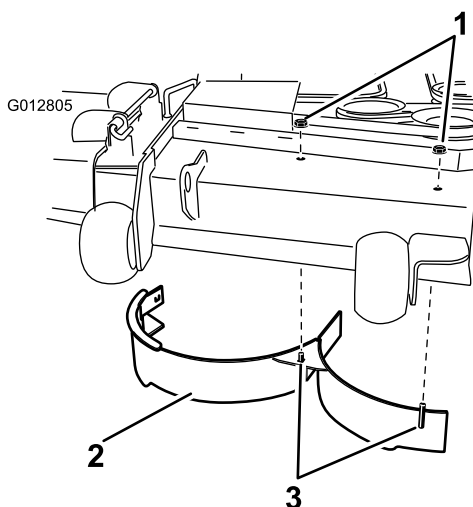

Figura 34
11. Retire las dos contratuercas (5/16 pulgada) que sujetan las clavijas soldadas del deflector derecho a la parte superior de la plataforma de corte en las posiciones centro y centro derecha (Figura 34). Retire el deflector derecho de la plataforma de corte.